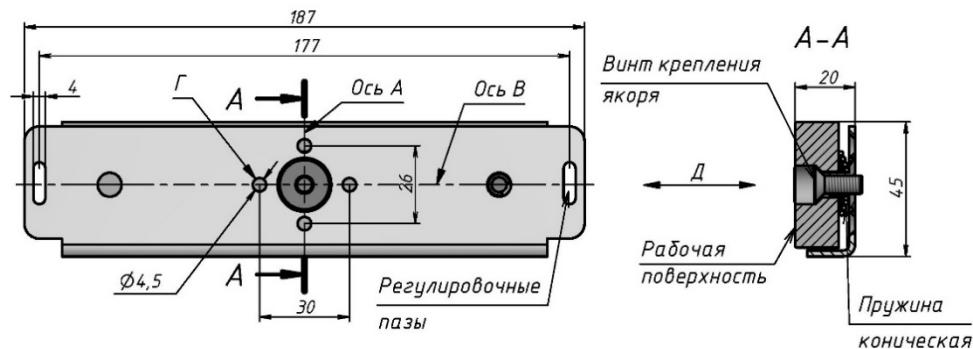

Рисунок 7 - Якорная часть замка варианта «Н» и варианта без датчика контроля.
Якорная часть замка разборная и состоит из пластины крепления якоря (14), конической пружины (13), якоря (12) и регулировочного винта (16). Пружина обеспечивает необходимый угловой и осевой ход якоря на пластине для плотного прилегания рабочих поверхностей корпуса и якоря. Крепление якоря на пластине выполняется регулировочным винтом (16). Под регулировочный винт в двери необходимо просверлить отверстие диаметром 8-10мм на глубину 10мм. Винт позволяет производить регулировку положения якоря в направлении Д (рис. 7, 8). Поворот винта на один оборот перемещает якорь на 1мм. Для вращения винта используется шестигранный ключ из комплекта поставки. Максимально допустимое перемещение якоря за счет винта не более 3мм.
В процессе монтажа якорная и корпусная части замка должны быть совмещены в продольном и поперечном направлениях, до совпадения осей А и В. Положение осей показано на рисунках 6, 7 и 8. Для обеспечения совмещения частей замка в поперечном направлении предусмотрены регулировочные овальные пазы в пластине крепления якоря (14) (рисунок 7 и 8), через которые осуществляется предварительный монтаж якорной части. Окончательное закрепление пластины (после совмещения осей) осуществляется четырьмя саморезами (или винтами) через отверстия Г (рисунок 7 и 8).